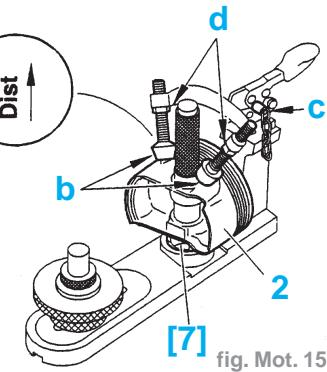

fig. Mot. 15
**Impératif :** Positionner le piston sur l'outil [7] la flèche et le marquage "Dist" orienté vers le haut (fig. Mot. 15).